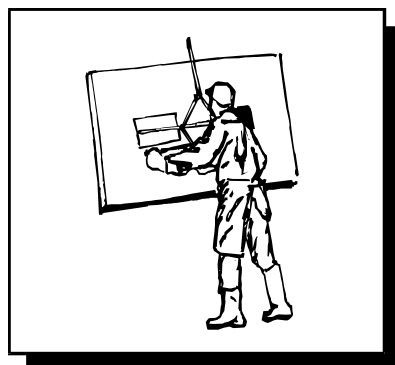

Fig. 5
- Le poste de travail doit être occupé par le préposé comme dans la Fig. 5.